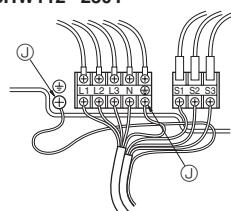

Fig. 7-2
7.1. Utomhusenhet (Fig. 7-1, Fig. 7-2)
① Ta bort servicepanelen.
② Hänvisa till fig. 7-1 och fig. 7-2 när kablarna dras.